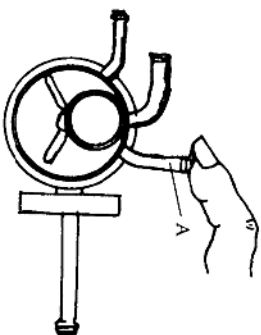
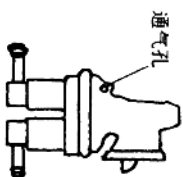

图 1-27
图 1-28 汽油泵示意图
⑤(图 1-27) 用手指堵住出油管 A, 使再一次在油泵中形成空气压力, 然后将油泵浸在汽油盘中, 检查有无空气泄漏。
(15) 三菱小客车汽油泵的维修。三菱小客车包括 L300 旅行车 (面包车)、华丽 (GALANT) 轿车和山猫 (PAJERO) 越野吉普车等。其配装发动机型号有: 4G32、4G33、4G62、4G63 等。
①(图 1-28) 若在汽油泵下座的通气孔内有汽油漏出, 则表明汽油泵油封或膜片有损坏, 应拆卸检查换件维修。
②检查汽油泵摇臂脚、凸轮轴上与摇臂脚运动的摩擦是否磨损, 如磨损严重, 应更换新件。
③在汽油泵装配前, 应转动凸轮轴、使第二缸活塞处于压缩行程上止点 (这是凸轮升程的最小处, 以便于油泵安装)。